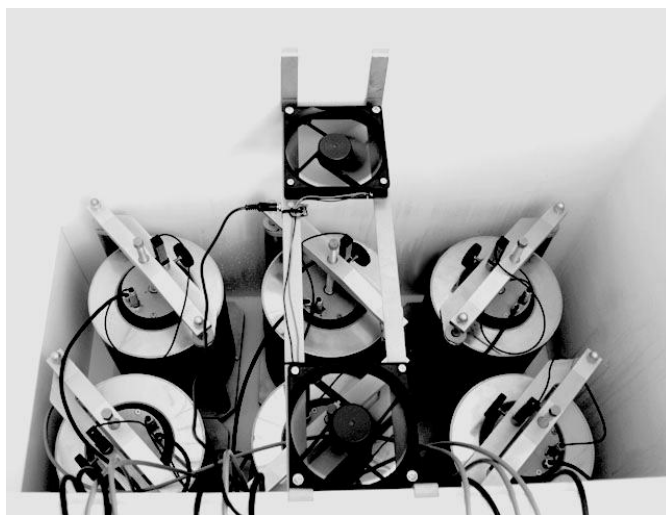

Рисунок 5 – Расположение термоконтейнеров в холодильной камере
2.3.1 Установить термоконтейнеры в холодильную камеру (рисунок 5), после чего винты нагружения полностью ослабить.